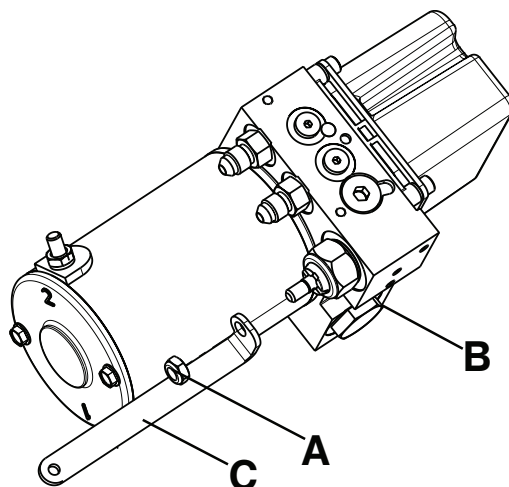

Figure 36 – Vanne manuelle sans verrouillage
5. À l'aide d'une douille profonde de 7/16 po et d'une clé à cliquet de 3/8 po, retirer l'écrou nylon hexagonal (A) qui fixe la valve manuelle non verrouillable (B) au maillon de déblocage manuel (C) (Figure 36). Conserver l'écrou.